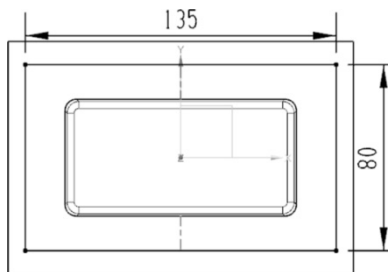
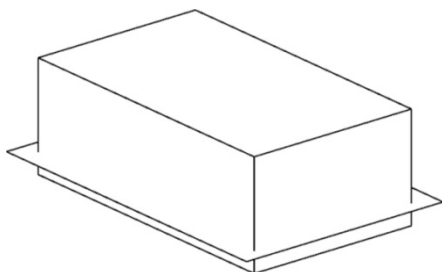

图 10-10 绘制一个矩形截面
图 10-11 创建工作件
(15) 选取“菜单 | 插入 | 组合 | 缝合”命令，缝合所有的曲面。
(16) 选取“菜单 | 格式 | 图层设置”命令，设定第 1 层为工作图层。
(17) 单击“拉伸”按钮，以 XOY 平面为草绘平面， X 轴为水平参考，绘制一个矩形截面，如图 10-10 所示。
(18) 单击“完成”按钮，在【拉伸】对话框中对“指定矢量”选择“ZC ↑”，“开始”选取“值”，把“距离”设为 -20mm，“结束”选择“值”，“距离”设为 40mm，“布尔”选择“无”。
(19) 单击“确定”按钮，创建工作件，如图 10-11 所示。